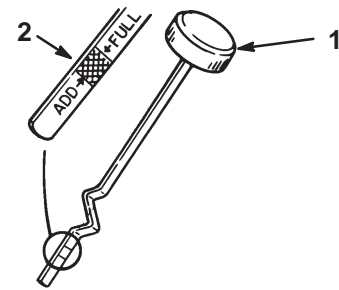

Bild 20
3. Schrauben Sie den Ölpeilstab los und wischen Sie das Metallende ab (Bild 20).